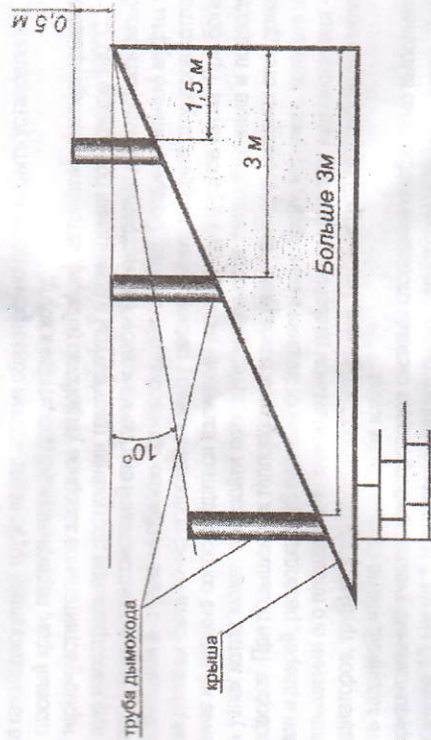

Рис. 7-2
7.11. Дымоход, рис.7-2 должен быть выведен выше зоны ветрового подпора. Высота дымохода над крышей дома устанавливается в зависимости от расстояния от конька по горизонтали и должна быть: